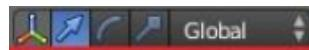

Figura 2.2: Detalle de Manipuladores de transformaciones en 3D.
- Manipuladores de Transformaciones en 3D (*Figura 2.2*): Muestra de manera visual información de las transformaciones a realizar. Cada objeto puede ser transformado de tres maneras: translación (G), rotación (R) y escalado (S). Utilizando la combinación Ctrl+Space, o bien haciendo clic en el ícono del sistema de coordenadas, se puede mostrar y ocultar el manipulador.